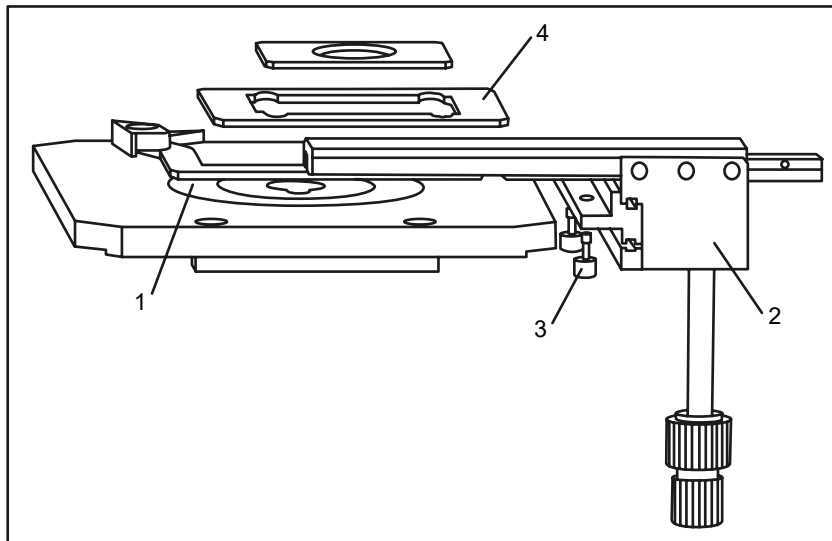

Figura 17.
2. Platina mecánica (Figura 17).
- b) Inserte el portamuestras estándar (1) en la platina (no inserte la placa redonda, si es necesario).
- c) Instale la platina mecánica (2) en la platina con el tornillo moleteado (3) los tornillos de cabeza hexagonal.
- d) Coloque el soporte para placas de cultivo (4) en la platina, según sea necesario, y fíjelo con las pinzas de sujeción situadas en la platina.